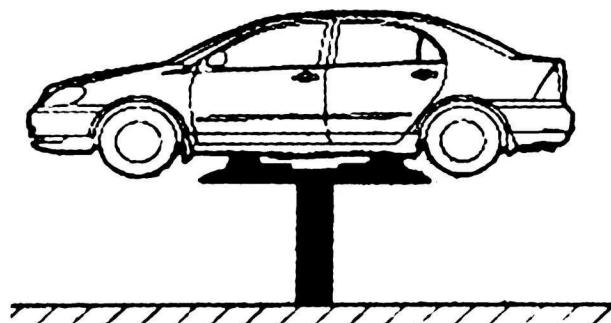

图 1-2-6 工位六
(6) 工位六(举升机升至中位): 检查并确认储液罐内制动液已添加到上线位置, 如图 1-2-6 所示。